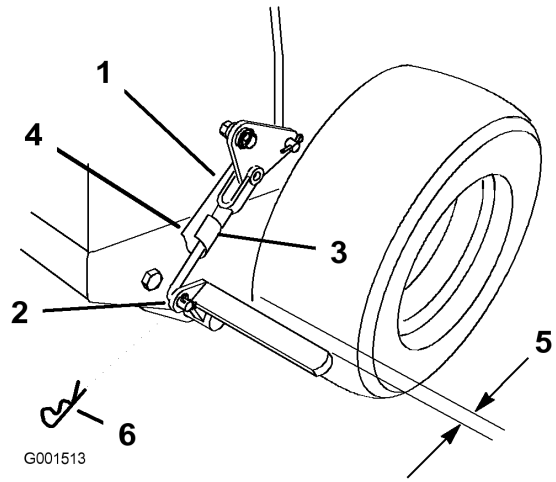

Figura 47
3. Retire el pasador de seguridad del acoplamiento inferior del freno (Figura 47).
4. Gire la horquilla del acoplamiento de freno inferior en el sentido de las agujas del reloj (enroscar) para apretar el freno de estacionamiento; gire la horquilla del acoplamiento del freno en el sentido contrario a las agujas del reloj (desenroscar) para aflojar el freno de estacionamiento (Figura 47).
- Nota:** Debe haber un espacio de aproximadamente 6 mm (1/4 pulgada) entre el neumático y la barra plana cuando el freno de estacionamiento está en posición de quitado (Figura 47).
5. Fije el acoplamiento inferior a la palanca de freno inferior con el pasador de horquilla y el pasador de seguridad (Figura 47).